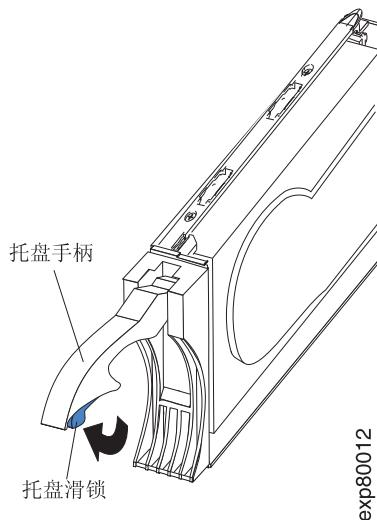

图 82. E-DDM CRU 手柄
- b. 如第 125 页的图 82 中所示, 将托盘上的手柄拉出, 使其处于打开位置。
- a. 如第 125 页的图 82 中的箭头所示, 按住托盘手柄底端内侧以松开 E-DDM CRU 上的滑锁。